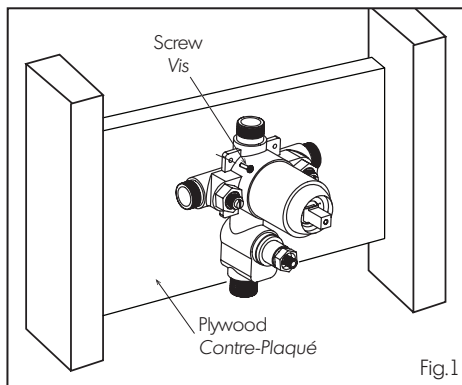

Fig.1
It is recommended to use only copper pipes to connect the pressure balance valve to the tub spout and to the showerhead or waterway. Also, it is very important to follow the recommended minimum clearance between the valve and the tub spout as well as between the valve and the showerhead (or the waterway) as shown (Fig.1).
*Il est recommandé d'utiliser des tuyaux de cuivre pour raccorder la valve à pression équilibrée au bec de bain et à la tête de douche ou à la sortie murale. Il est aussi très important de respecter l'espace minimum entre la valve et le bec de bain, et entre la valve et la tête de douche (ou la sortie murale) tel qu'illustré (Fig.1).*
Determine the valve location in the wall. For an optimal installation, position the valve in between 2x4 studs, with plywood backing. Fix the valve onto the plywood backing with wood screws (not supplied) (Fig.1).
Déterminer la position de la valve dans le mur. Pour une installation optimale, placer la valve entre 2 montants de 2x4, avec un support arrière en contre-plaqué, puis la fixer avec des vis de fixation (non fournies) (Fig.1).
Peel off the protective film from the adhesive seal (4) and stick it onto the back of the trim (3) (Fig.1).
*Enlever le film protecteur du joint mousse adhésif (4) et le coller à l'endos de la plaque décorative. (3)(Fig.1).*
Insert and thread the diverter sleeve (2) to the diverter broach (1) as shown (Fig.1). Next insert the diverter extension (3) and secure with screw supplied (4). Afterwards, peel off the protective film from the adhesive seal (5) and stick it onto the back of the trim (6). Insert the seal ring (7) as shown, then slide the trim (6) over the cartridge holder and secure it with the 2 supplied screws (8). Tighten the diverter knob (9) to the diverter sleeve (3).
*Insérer et visser le manchon du déviateur (2) au déviateur (1) tel qu'illustré (Fig.1). Ensuite, insérer l'extension (3) dans la cartouche du déviateur. Le fixer avec la vis fournie (4). Enlever le film protecteur du joint mousse adhésif (5) et le coller à l'endos de la plaque décorative (6). Insérer le joint d'étanchéité (7) tel qu'illustré. Glisser ensuite la plaque (6) autour de la valve et la fixer avec les 2 vis fournies (5). Visser la poignée (9) à l'adaptateur (3).*
To service the cartridge (8), unscrew (with a wrench) the cartridge holder (7) and pull the cartridge out (Fig.1).
*Pour retirer la cartouche (8), démonter le manchon de la valve (7) avec une clé à molette (Fig.1).*
*Procéder au nettoyage de la cartouche en la plongeant dans un mélange de l'eau et de vinaigre. Si nécessaire, introduire une nouvelle cartouche et revisser le manchon de la valve SANS TROP SERRER (7).*